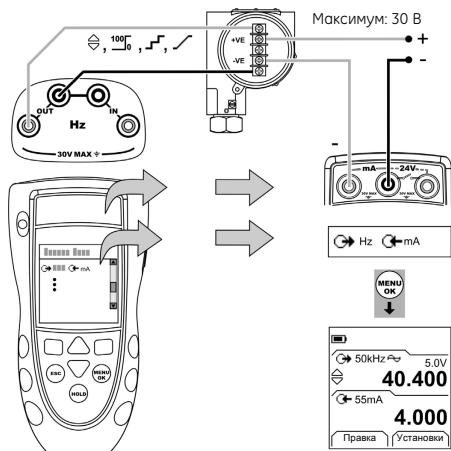

Рисунок 3: Пример конфигурации – Калибровка датчика с внешним питанием петли
- Подключите прибор (Рисунок 3/4) и, при необходимости, отрегулируйте Настстройка (Таблица 1).